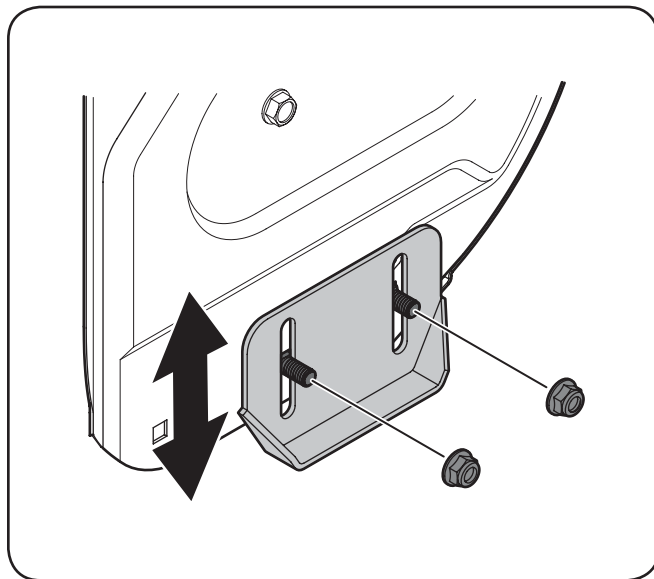

Figura 3-7
1. Afloje las cuatro tuercas hexagonales (dos en cada lado) y los pernos del carro. Mueva las zapatas antideslizantes a la posición deseada. Consulte la Figura 3-7.